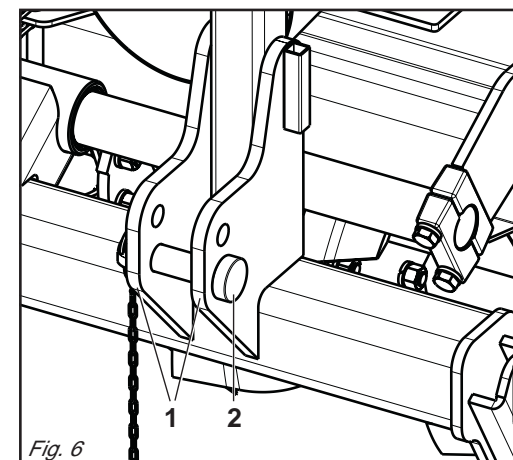

Fig. 6
la posizione più favorevole della macchina da applicare, inserendo i perni (2 Fig. 6) nei fori delle piastre a seconda e del giusto diametro.
- 1 - Accostare le barre del sollevatore ponendole all'interno delle piastre (1 Fig. 6), inserire il perno (2 Fig. 6) nel foro predisposto e bloccare con le copiglie a scatto.
yourable position for the machine according to the model in question. This is done by inserting the pins (2 Fig. 6) suitable plate holes.
- 1 - *Near the lift bars, setting them in plates (1 Fig. 6). Insert the pin (2 Fig. 6) into the relative hole and lock in place with the snap-in split pins.*
bestimmten Durchmesser haben, ist es für jedes Modell erforderlich, sie günstigste Anbauposition der Maschine festzulegen, indem man die Bolzen (2 Abb. 6) in die Löcher der Platten steckt, die je nach Bedarf und dem richtigen Durchmesser in Frage kommen. Der Hersteller haftet nicht für Schaden am Schlepper.
- 1 - Die Lenker des Krafthebers annähern und in die am besten geeigneten Platten schieben (1 Abb. 6). Den Bolzen (2 Abb. 6) in das Loch stecken und mit dem einrastenden Splint blockieren.
faudra donc déterminer la position plus favorable de la machine à monter, en mettant les axes (2 Fig. 6) dans les trous des suivant du diamètre convenable. Notre société décline toute responsabilité en cas de dommages au tracteur.
- 1 - *Approchez les barres du relevage en les plaçant à l'intérieur des plaques les (1 Fig. 6), introduisez l'axe (2 Fig. 6) dans le trou correspondant et bloquez par les goupilles à encastrement.*
diámetro, es necesario para cada modelo determinar la posición más favorable de la máquina a aplicar, introduciendo los pernos (2 Fig. 6) en los orificios a su diámetro.